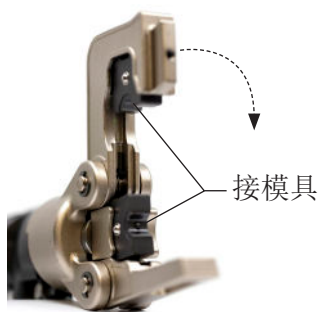

图1
1. 选择正确的模具组合。打开钳头锁扣，将定位螺丝（图3）调到正确位置，将模具插入压头。关闭锁扣，参见图1。